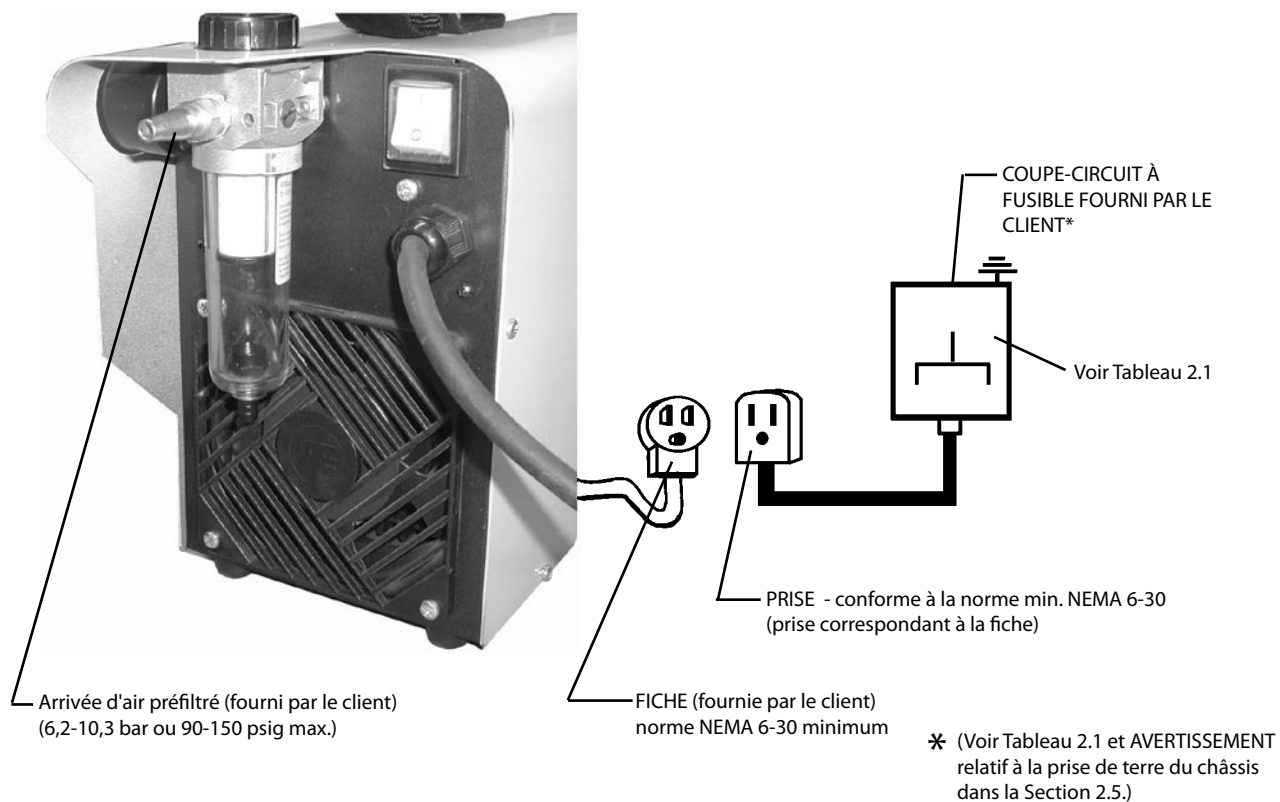

Figure 2-1 Diagramme d'interconnexion principale du Prest-O-Lite® 380 Plasma Cutter
1. Branchez votre alimentation d'air à la connexion d'entrée du filtre-régulateur. Voir la figure 2-1.